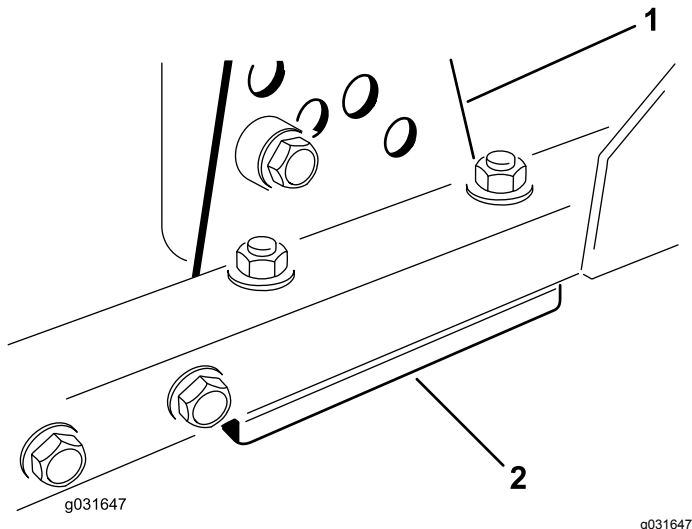

Bild 69
- Entfernen Sie die Schnitthöhen-Einstellhalterung (vorne, links oder rechts) vom Mähwerkrahmen (Bild 69).
- Führen Sie 1,5-mm- und/oder 0,7-mm-Beilagscheiben zwischen dem Mähwerkrahmen und der Halterung ein, um die gewünschte Schnitthöhe zu erhalten (Bild 69).
- Bringen Sie die Schnitthöhen-Einstellhalterung am Mähwerkrahmen mit den restlichen Beilagscheiben unter dem Bügel an (Bild 69).